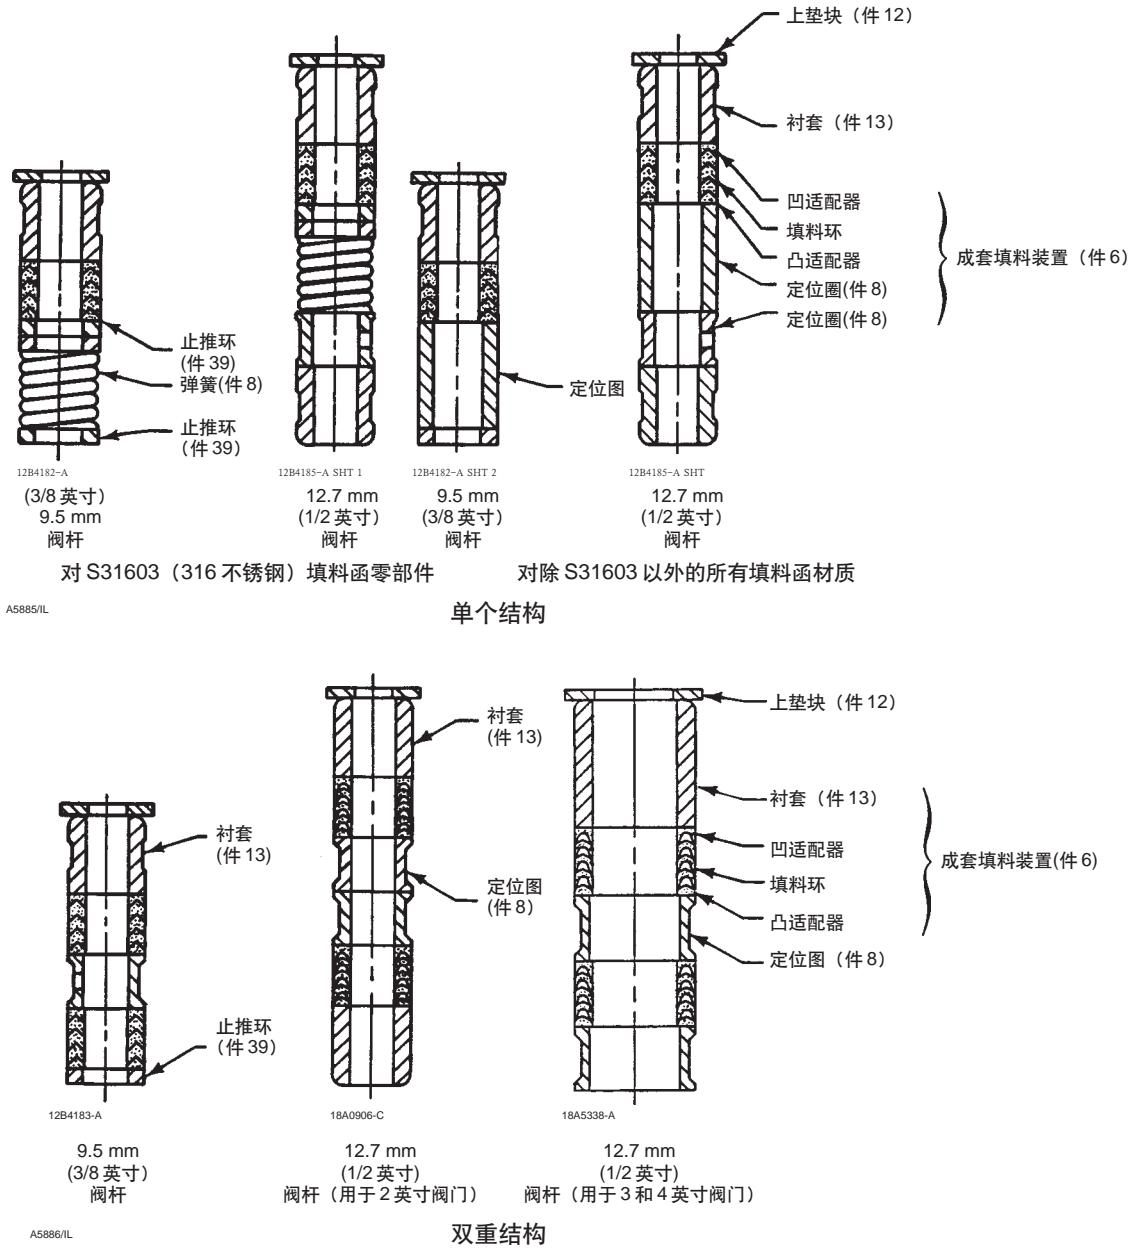
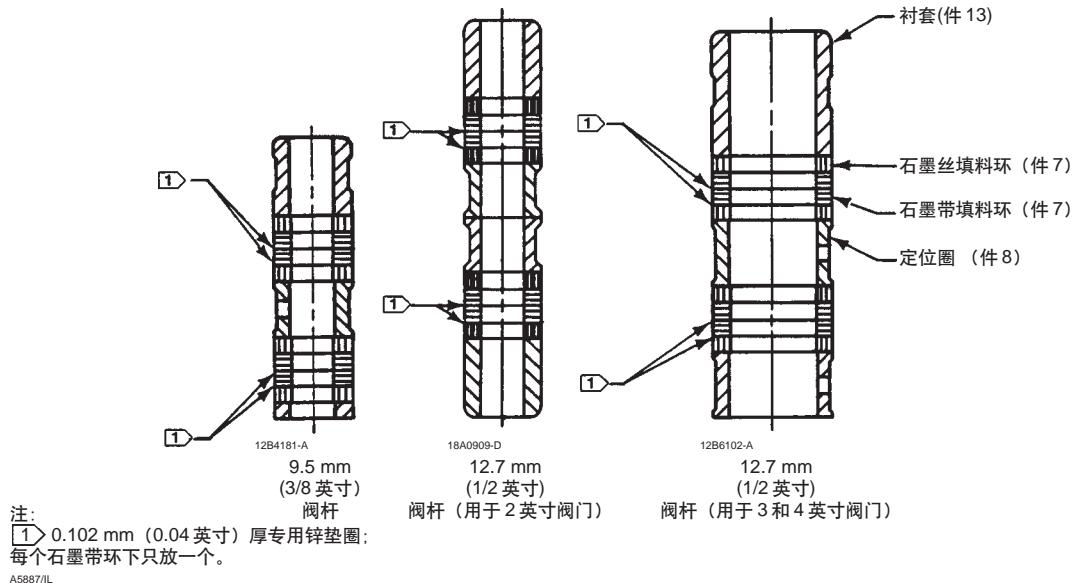

图 12. 用于 ENVIRO-SEAL 波纹管密封上阀盖的聚四氟乙烯填料结构
图 13. 用于 ENVIRO-SEAL 波纹管密封上阀盖的石墨带/丝双重结构
13. 根据图 12 或图 13 中所示相应结构安装新的填料和金属填料函零件。